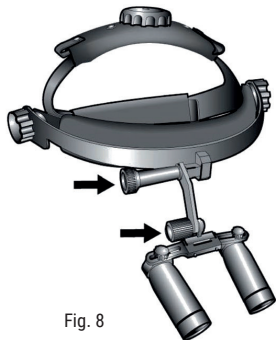

Fig. 8
- Poziționați telescoapele într-o poziție relativ corectă în fața ochilor dumneavoastră. Desfaceți puțin ambele butoane de reglare astfel încât telescoapele să poată fi deplasate cu ușurință. Aliniați pe verticală fiecare telescop. (Fig. 8).